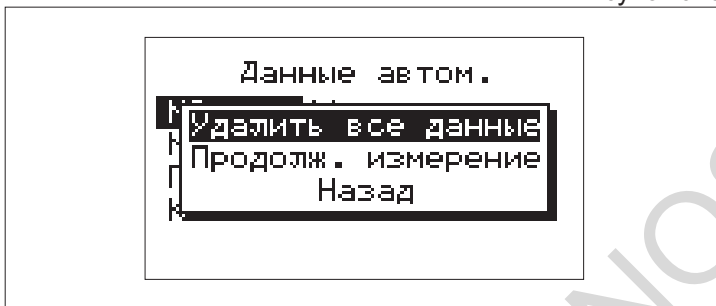

Рисунок 076
**(Рисунок 076)****Указание:**